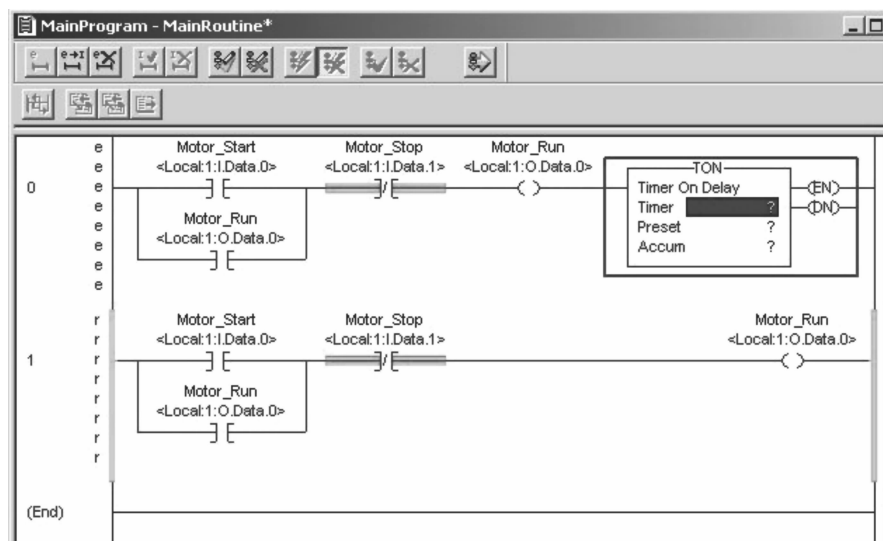

图 8-5 插入的定时器
5. 单击“定时器开启（TON）”（Timer On (TON)） 图标，如图 8-5 所示。